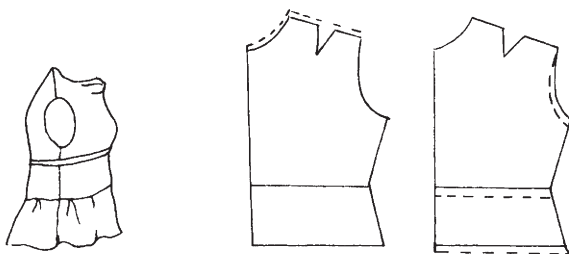

Рис. 44. Плечевые швы перемещаются в сторону спинки; перед при этом вздергивается
*Дефект 10:* плечевые швы перемещаются в сторону спинки; перед при этом вздергивается (рис. 44).